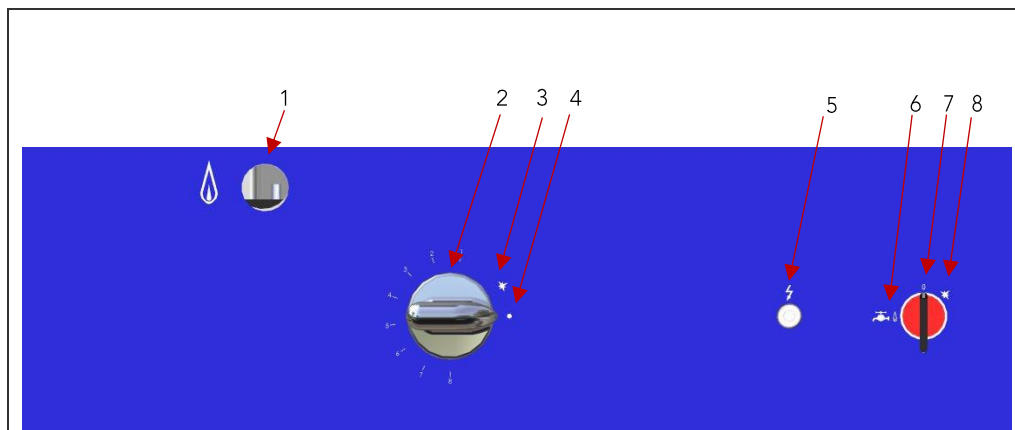

Fig. 16
- Mettre l'appareil sous tension le voyant blanc s'allume (fig16 rep 5).
- Pousser et tourner la manette gaz (fig16 rep 2) jusqu'à la position allumage veilleuse (fig 16 rep3).
- Appuyer a fond sur la manette gaz et en même temps tourner le commutateur sur la position allumage veilleuse (fig16 rep8).
- Pour faire circuler l'eau dans la gorge périphérique, tourner le commutateur sur la position  (fig16 rep6).